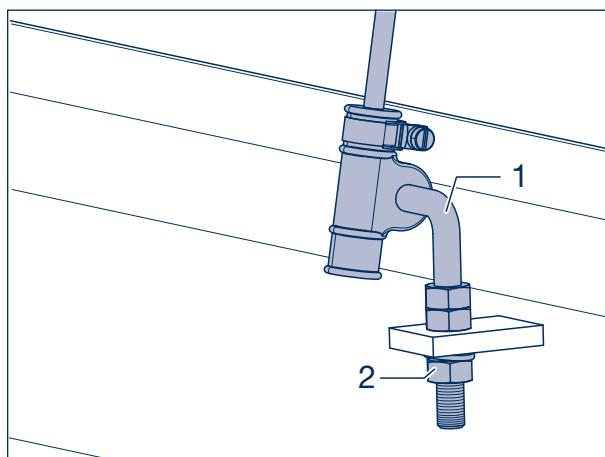

Figure 32
- [42] Faire entrer l'articulation (figure 32/1) de la valve de nivellement dans l'éclisse et fixer avec écrou (figure 32/2) et rondelle à ressort.